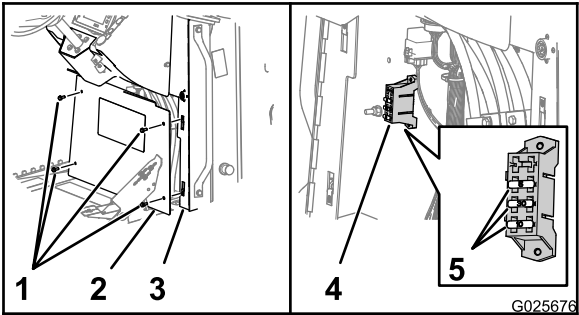

Figura 81
3. Remova os 4 parafusos sextavados flangeados (5/16 x 3/4 pol.) que prendem a tampa ao console e remova a tampa (Figura 81).
4. Localize o fusível aberto e substitua-o por um fusível do mesmo tipo e amperagem (Figura 81).
6. Alinhe o orifício na tampa com os cliques de porca nos flanges do console (Figura 81).